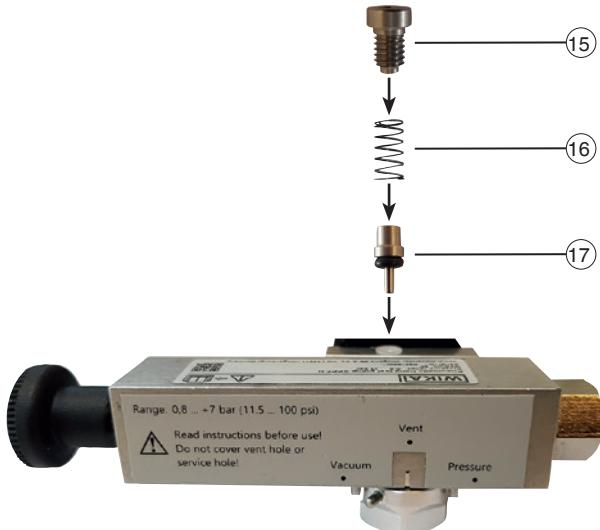

Fig. 1 - Insertion du clapet anti-retour
- Faites attention à l'ordre correct des composants (voir Fig. 1 "Insertion du clapet anti-retour") !
- ▶ Faites attention à l'ordre correct des composants (voir Fig. 1 "Insertion du clapet anti-retour") !
5. Refermer l'ouverture (18) avec la vis (15).